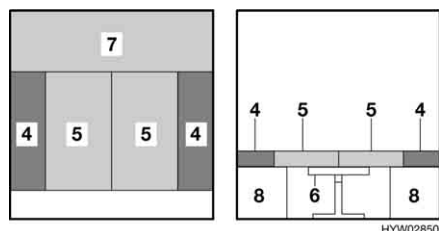

Fig. 45 Dopo la trasformazione
- Collocare i cuscini dello schienale (Fig. 45,4) sulla parete esterna. Rispettare la forma cuneiforme.
- Premere entrambi i cuscini del divano (Fig. 45,5) fra i cuscini dello schienale.